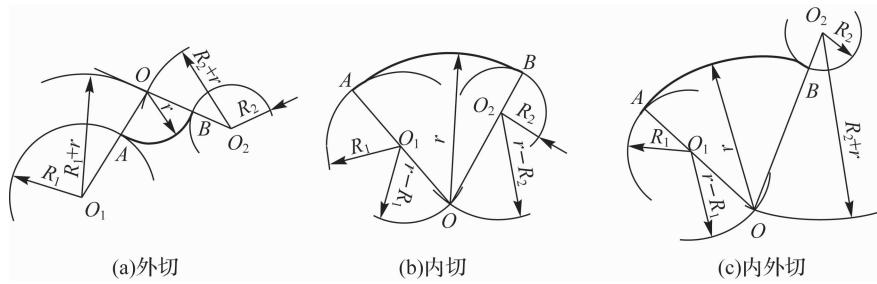

图 1-20 圆弧与已知圆弧相切划法
(2) 圆弧与已知圆弧相切划法。
① 外切圆弧如图 1-20(a)所示, 设连接圆弧半径为 r , 分别以 O_1 、 O_2 为圆心, 以 (R_1+r) 、 (R_2+r) 为半径划两相交圆弧。其交点 O 就是外切连接圆弧的圆心, 各圆心的连线与已知圆弧的交点 A 、 B 即为连接切点。
② 内切圆弧如图 1-20(b)所示, 设连接圆弧半径为 r , 分别以 O_1 、 O_2 为圆心, 以 $(r-R_1)$ 、 $(r-R_2)$ 为半径划两相交圆弧。其交点 O 就是外切连接圆弧的圆心, 各圆心的连线与已知圆弧的交点 A 、 B 即为连接切点。
③ 内外切圆弧如图 1-20(c)所示。设连接圆弧半径为 r , 内切部分以 O_1 为圆心, 以 $(r-R_1)$ 为半径, 外切部分以 O_2 为圆心, 以 (R_2+r) 为半径划两相交圆弧。其交点 O 就是内外切连接圆弧的圆心, 各圆心的连线与已知圆弧的交点 A 、 B 即为连接切点。